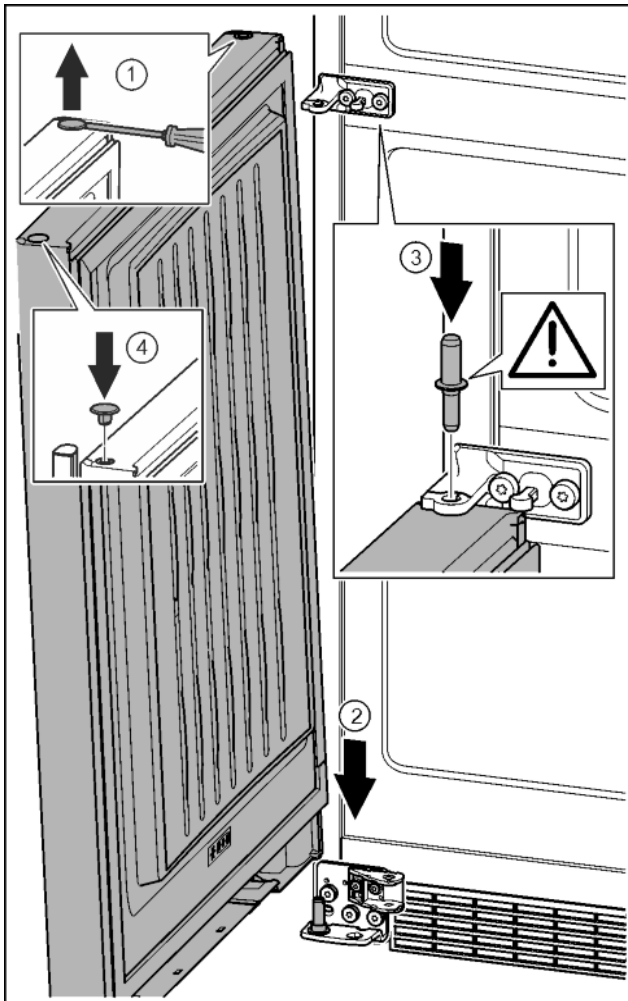

Fig. 40
- A dugót egy csavarhúzóval óvatosan emelje meg és húzza ki. Fig. 40 (1)
- Az ajtót felülről helyezze az alsó csapszegre. Fig. 40 (2)
- Helyezze be az alsó ajtóba a középső csapszeget a középső csapágybakon keresztül. Ügyeljen közben arra, hogy a bekattanó bütyök hátrafelé mutasson. Fig. 40 (3)
- A dugót helyezze be a másik ajtóoldalra. Fig. 40 (4)